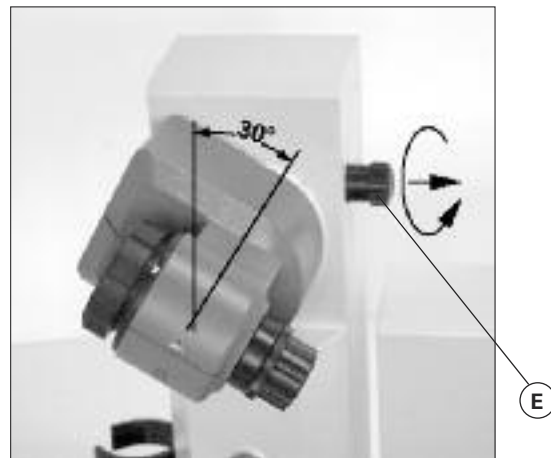

Fig. 7
- ☞ Afloje el dispositivo de apriete para ajustar el ángulo del accionamiento de rotación que se encuentra en el lado derecho del elevador girando el tornillo del asa (E) en el sentido contrario a las agujas del reloj (si presiona ligeramente el tornillo del asa (E) al tiempo que lo gira, éste puede seguir extrayéndose).
- ☞ Ajuste el accionamiento a un ángulo de aprox. 30° (fig. 7).